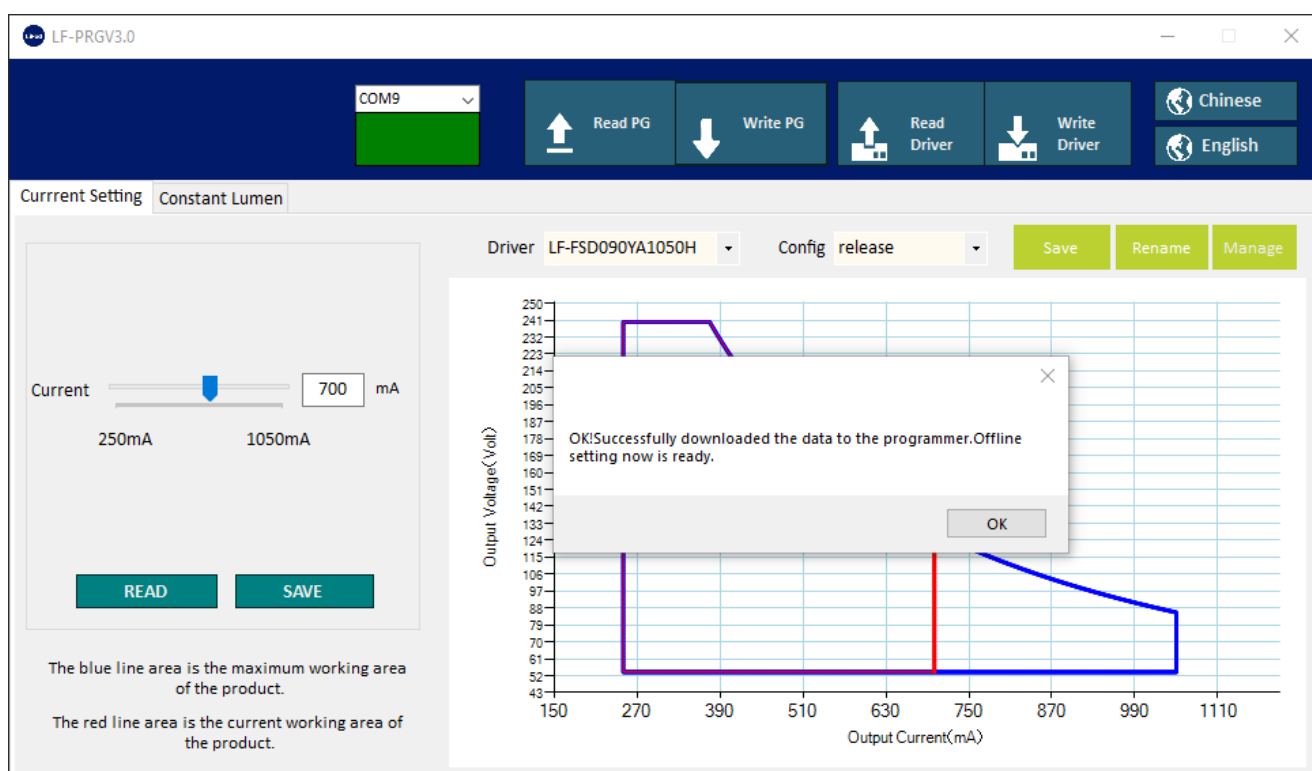

Рис. 3
2.3 Нажать кнопку «Write PG». Должно появиться сообщение «Ok! Successfully downloaded the data to the programmer. Offline setting now is ready» (рис. 3). Теперь программатор готов к программированию блоков питания заданной программой без подключения к ПК.